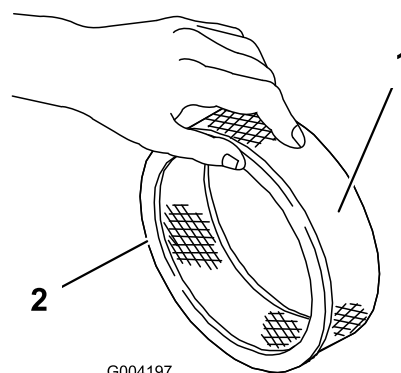

Figure 43
- Vérifiez que l'élément en papier n'est pas déchiré ou couvert d'une pellicule grasse, et que le joint de caoutchouc n'est pas endommagé (Figure 43).
- Glissez délicatement le préfiltre en mousse sur l'élément en papier (Figure 43).